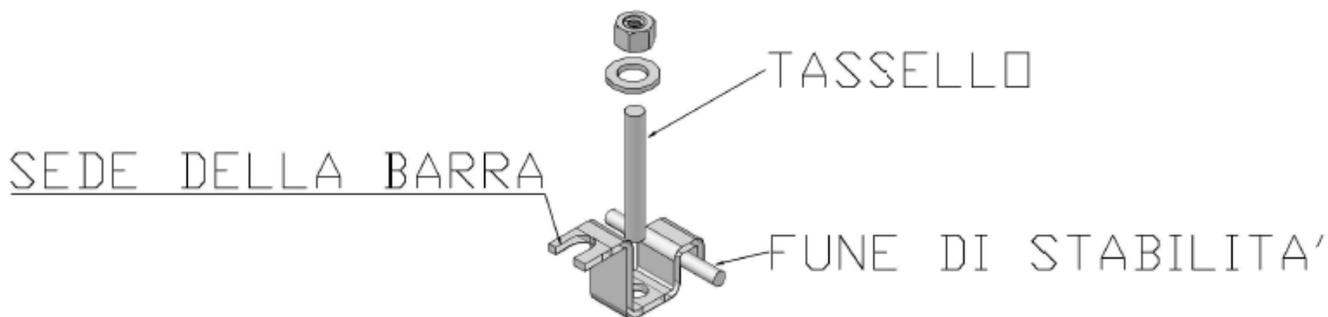

Figura 10
**Attenzione:** Assicurarsi che la Fune di Stabilità passi sopra ogni prolunga ad eccezione del cavalletto con il Gancio di Rinvio dove la Fune di Stabilità deve passare sotto il Gancio di Rinvio.(Figura 10)